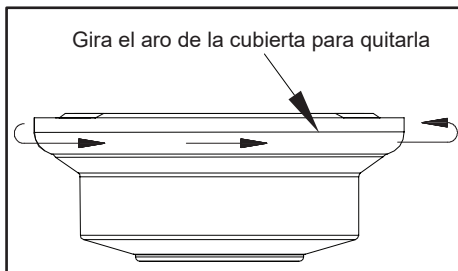

Figura 8
1. Retira el aro de la cubierta, girándolo en sentido contrario a las agujas del reloj hasta que se libere. (Figura 8)